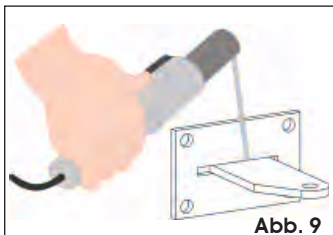

Abb. 9
- Den hinteren Bügel an der anzuschraubenden Platte befestigen und hierzu in den entsprechenden Schlitz einführen (Abb. 9).